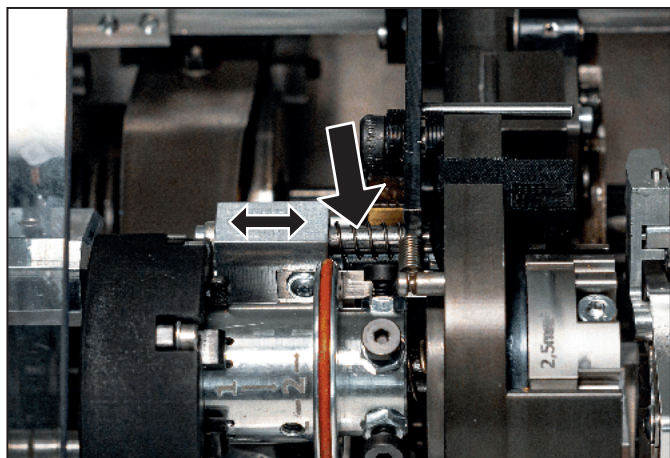

Bild 7.5 Smörjställen kapknivhållare
- Rör knivkaphållaren något åt höger, se Bild 7.5.